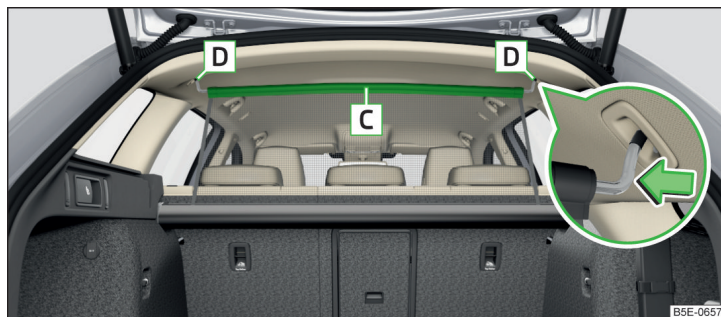

Fig. 145 Filet de séparation sécurisé correctement derrière les sièges avant à l'état tendu
- Tirez le filet de séparation sur la barre transversale supérieure **C** et accrochez-le sur l'un des inserts **D**.» fig. 145
- Appuyez sur la tige transversale et extrayez-la des logements **D** » fig. 145 d'abord sur un côté, puis sur l'autre.